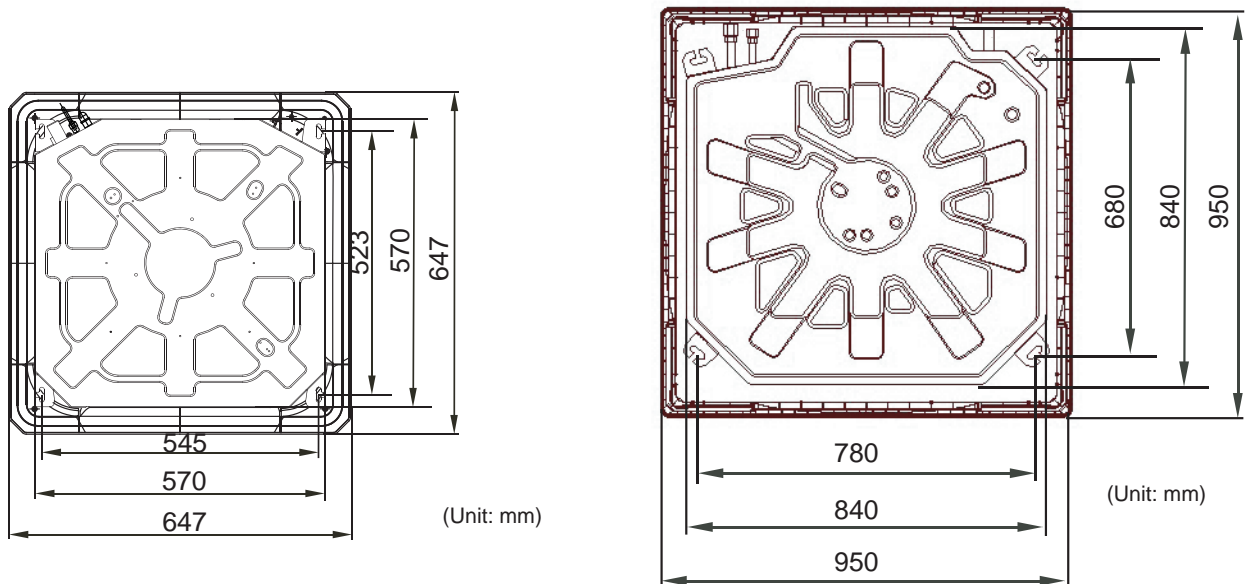

Figure 7
1. utilisez le gabarit d'installation (fourni avec le panneau) puis déterminez la position du boulon de suspension. La figure 7 et la table 1 montre les correspondances entre les dimensions.